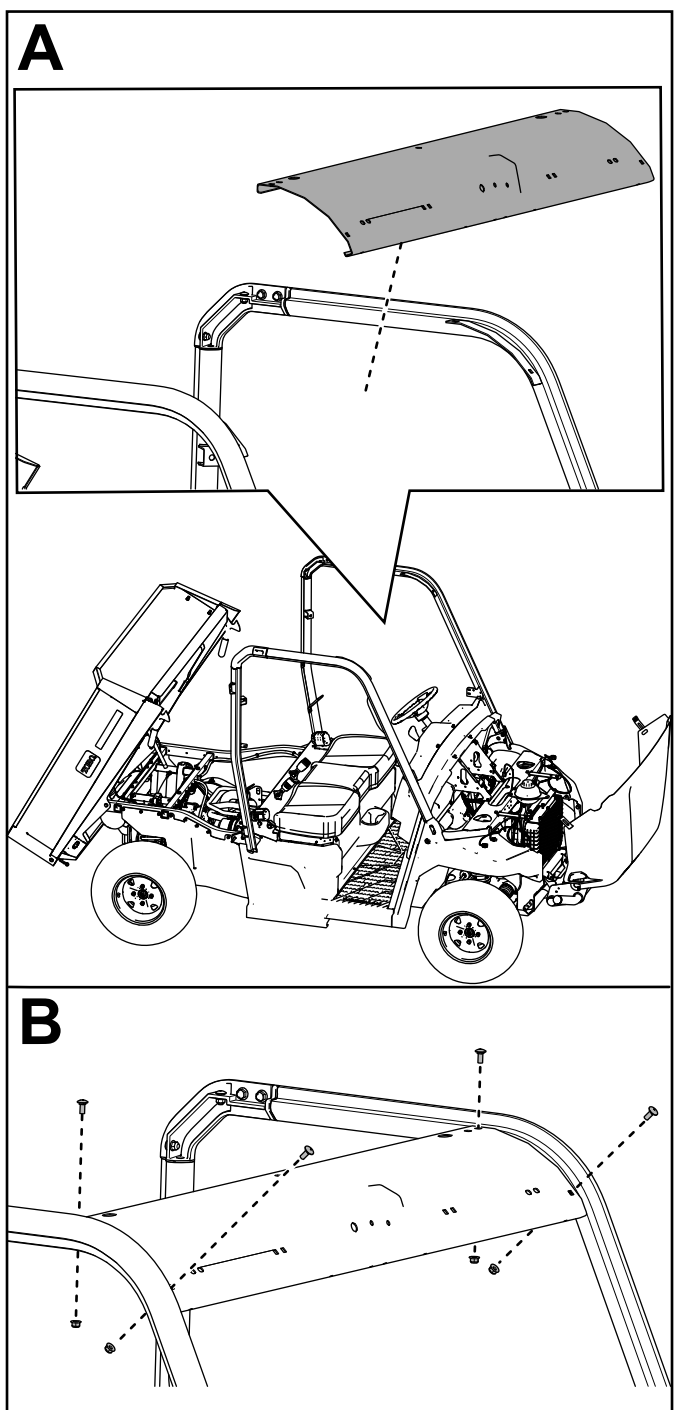

Bild 16
11. Befestigen Sie die vordere Querverbindung mit vier Schlossschrauben ($\frac{5}{16}$ " x $\frac{3}{4}$ ") und vier Sicherungsmuttern ($\frac{5}{16}$ ") an den vorderen Überrollbügeln, wie in **Bild 16** dargestellt.